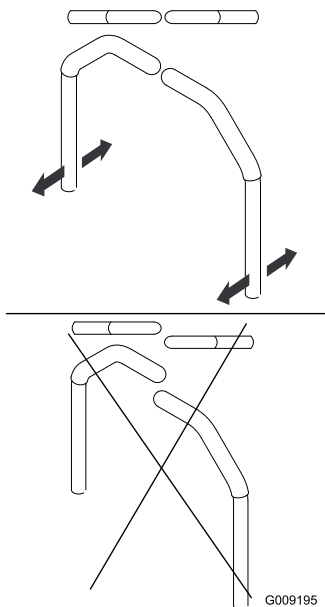

Bild 75
4. Richten Sie die Hebel in Längsrichtung aus. Bringen Sie die Hebel zuerst in der Neutral-Stellung zusammen und schieben Sie die Hebel dann so lange, bis sie ausgefluchtet sind. Ziehen Sie dann die Schrauben an (Bild 75).